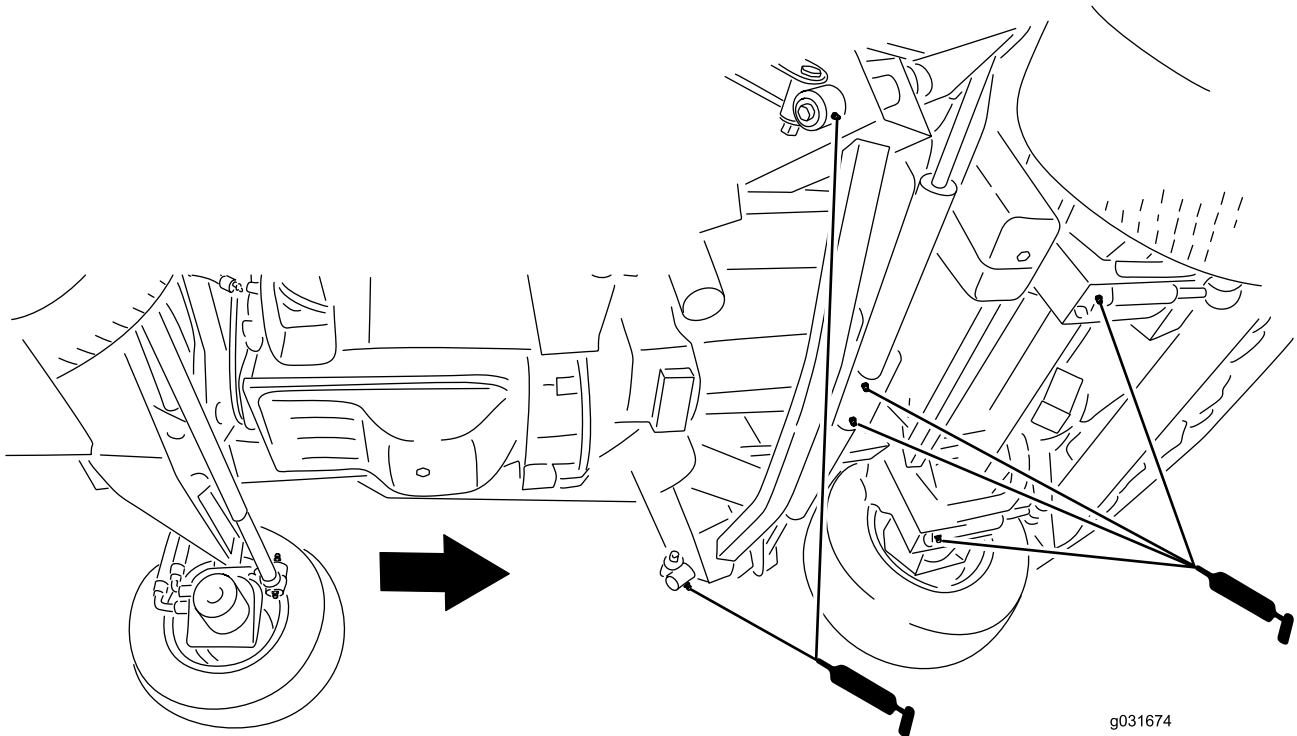

Figure 48
- 2 bras d'impact (Figure 48)
- 2 pivots de vérins de levage de tablier avant (Figure 48)
- 2 pivots de vérins de levage de tabliers latéraux (Figure 48)